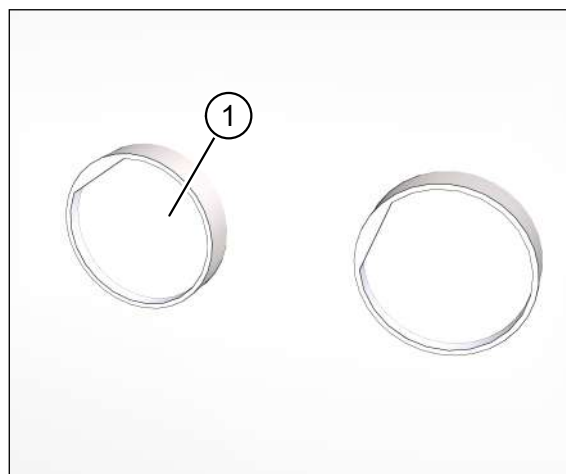

Fig. 69: Intonacatura dell'esterno del set di montaggio
- ▶ Rimuovere le due guaine di protezione dall'intonaco (pos. 1 nella Fig. 69).